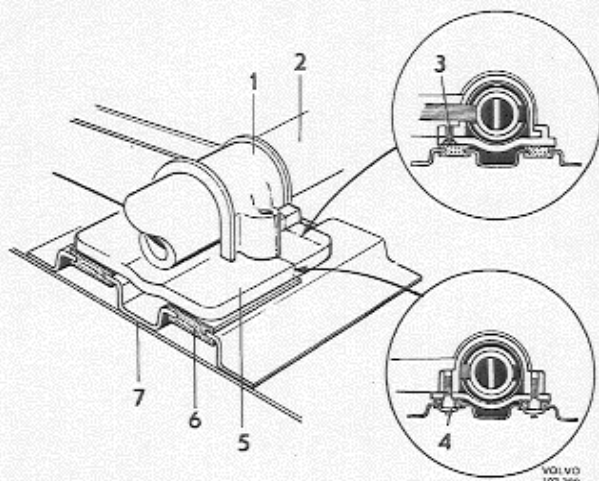

Abb. 72 Obere Mantelrohrbefestigung
3. Kragen der Abreißschrauben (4, Abb. 72) ausbohren. Mit einem schlanken Bohrer vorbohren und mit einem Bohrer von beispielsweise 13 mm Ø nachbohren. Der Durchmesser der Schraubeführung beträgt 12 mm.
4. Befestigungsschrauben lösen, dann linkes Polsterstück sowie Gleitschiene (7) mit Gleitschuh (6) vom Armaturenbrett abbauen.
5. Senkschrauben (3) herausdrehen und die Befestigungsplatte (5) vom Lenkradschloßgehäuse abhängen.
1. Neues Lenkradschloß anbringen. Sammelsteckkontakt daran anschließen. Befestigungsplatte (5, Abb. 72) in das Lenkradschloßgehäuse einhängen und mit der Senkschraube (3) arretieren. Schließfunktion überprüfen.
2. Gleitschiene (7) mit einwandfreien Gleitschuhen (6) einbauen. Linkes Stoßpolster am Armaturenbrett anbringen.
3. Abreißschrauben (4) eindrehen aber noch nicht brechen. Sammelstecker anschließen.